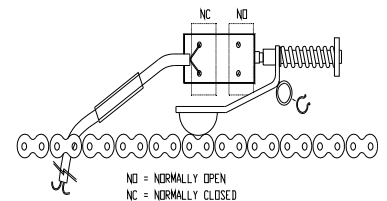

Fig.17
(Fig.17+18)
1. Sluit de bedrading aan op de kettingbreukschakelaar volgens Fig 17.